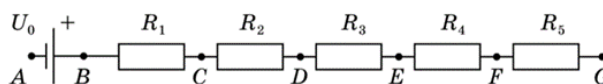

Рис. 3
- Для снятия ВАХ используйте провод с зажимами типа «крокодил» и магазин сопротивлений с источником напряжения, схема которого представлена на рис. 3.